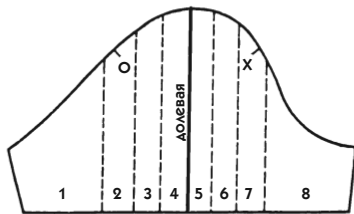

Рис. 655
2. На всем участке, подлежащем расширению, начертите линии, параллельные долевой нити, с промежутками 3 см (рис. 655).